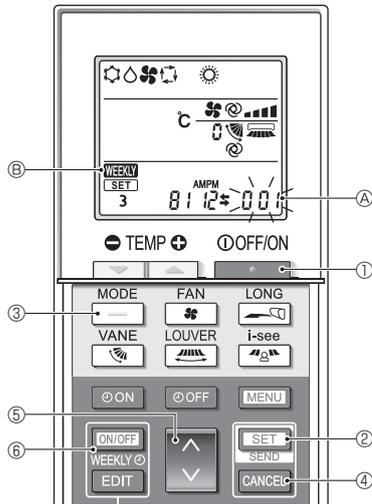

Fig. 5-16
- Drücken Sie die **MENU**-Taste ②.
5.13.8. Den Betrieb im Automatikmodus deaktivieren (Fig. 5-16)
1. Drücken Sie die **POWER**-Taste ①, um die Klimaanlage anzuhalten.
- Wenn der Wochen-Timer aktiviert ist, drücken Sie die **ON/OFF WEEKLY**-Taste ⑥, um den Timer zu deaktivieren. (**WEEKLY** ⑥ verschwindet.)
2. Drücken Sie die **SET**-Taste ② 5 Sekunden lang.
- Das Gerät ruft den Funktionseinstellungsmodus auf. (Die Gruppenmodelleinstellungsnummer ① blinkt.)
3. Drücken Sie die **DOWN**-Taste ④.
4. Abschließen der Einstellungen (Fig. 5-16)